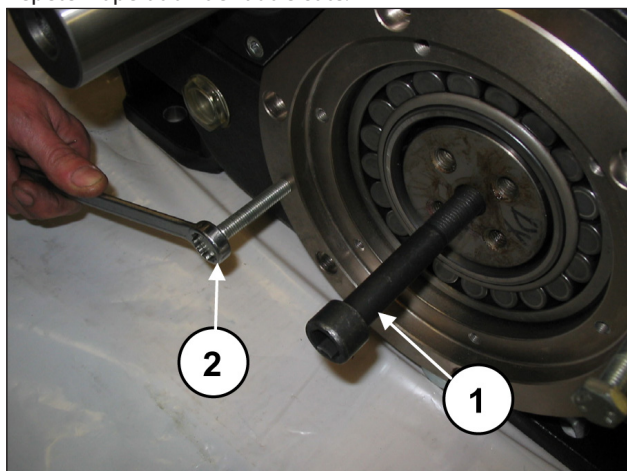
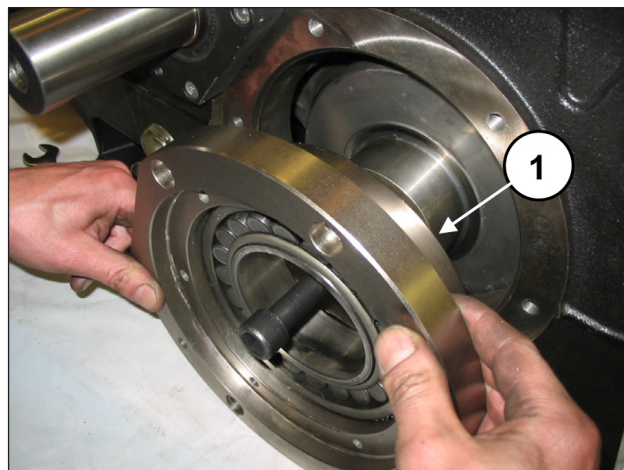

Fig. 24
Fig. 25
Poser un axe fileté M16 sur une extrémité du vilebrequin (rep. ①, Fig. 24), soulever ce dernier et extraire le couvercle du support de coussinet avec le joint torique (rep. ①, Fig. 25). Pour faciliter le démontage, utiliser 2 goujons ou vis M10 (rep. ②, Fig. 24) faisant office d'extracteurs. Répéter l'opération de l'autre côté.